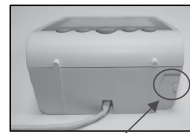

Bild 2: Ausrichtungs -Stift
**Abgleichen des Senders/Empfängers:** Um dies zu tun, positionieren Sie den Tankalert Eco Oil-Sender auf der Stelle, die dem abgebildeten Lagemerkmal entspricht (siehe Bild 2).